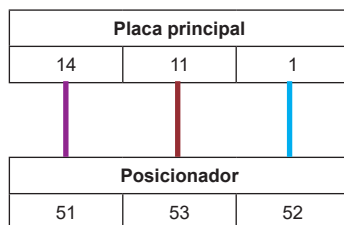

Fig. 25 Esquema de terminales para la instalación del posicionador (1-6 kN)
- 1-6 kN: Conecte el mazo de cables DE (la información se muestra en la Fig 24) tal y como se indica en la Fig. 25 "Esquema de terminales para la instalación del posicionador (1-6 kN)"